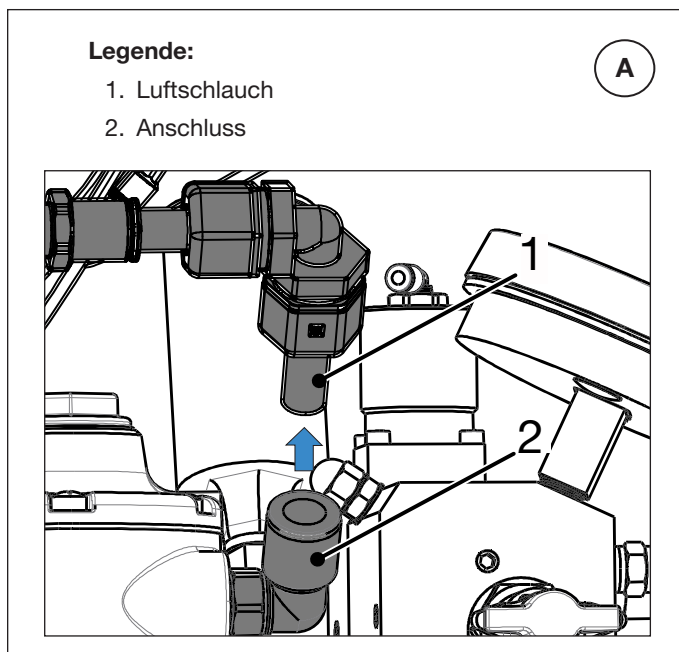
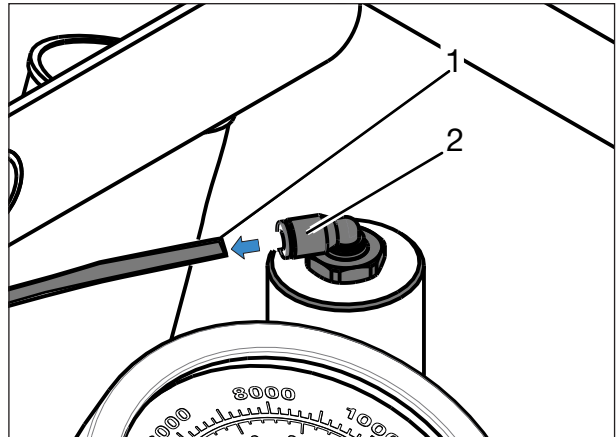

Abbildung 11: Luftschlauch trennen - Position A
Abbildung 12: Luftschlauch trennen - Position B
3. Trennen Sie die Luftschläuche der Pumpe an den Positionen „A“ und „B“ wie in Abbildung 11 und Abbildung 12 gezeigt.
13. Schließen Sie die Luftschläuche der Pumpe wieder an. Siehe Abbildung 11 und Abbildung 12.